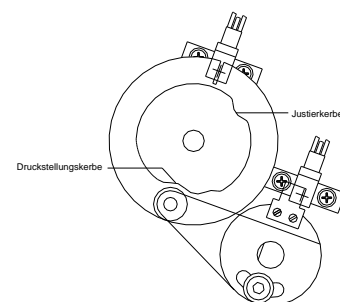

Abbildung 23
Auf der Skizze (siehe Abbildung 23) ist die Welle des Optimierungsmotors (H) mit Andruckkurve (C) und Schaltscheibe (B) von hinten zu sehen. Darunter sitzt der Lagerring (D) mit aufgesetzter Lagerplatte (E).
4. Inbusschraube (F) ca. 1 Umdrehung lösen, bis die Lagerplatte (E) mit dem aufgesetzten Kugellager (G) frei beweglich ist.
6. Lagerplatte (E) mit Kugellager (G) in die Justierkerbe der Andruckkurve drücken, so dass kein Spiel mehr vorhanden ist. Inbusschraube (F) fest anziehen.
10. Motorwelle mit Andruckkurve und Schaltscheibe von Hand nach links und rechts drehen, bis ein leichter Widerstand zu spüren ist. Bewegt sich der Schlitz in der Schaltscheibe jeweils rechts und links geringfügig aus der Lichtschranke (A), ist die Andruckkurve korrekt eingestellt.